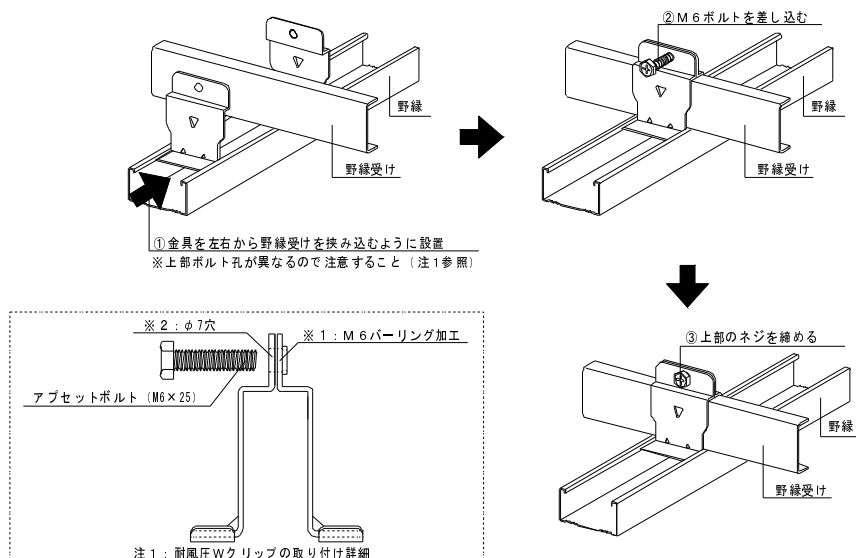

図 3-5 耐風圧Wクリップの取付け
- ・野縁受けを挟み込むように両側からクリップを設置する（使用するクリップは上部ボルト孔が、①φ7穴あけ品+②M6バーリング加工品の組合せの為注意すること）。
- ・附属されているアプセットボルト（M6）によりクリップを締め付ける。（図 3-5 参照）